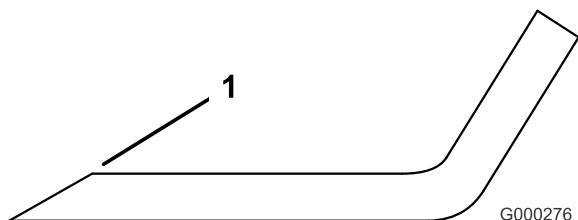

Figura 86
1. Utilice una lima para afilar el filo de corte en ambos extremos de la cuchilla (Figura 86). Mantenga el ángulo original. La cuchilla permanece equilibrada si se retira la misma cantidad de material de ambos bordes de corte.